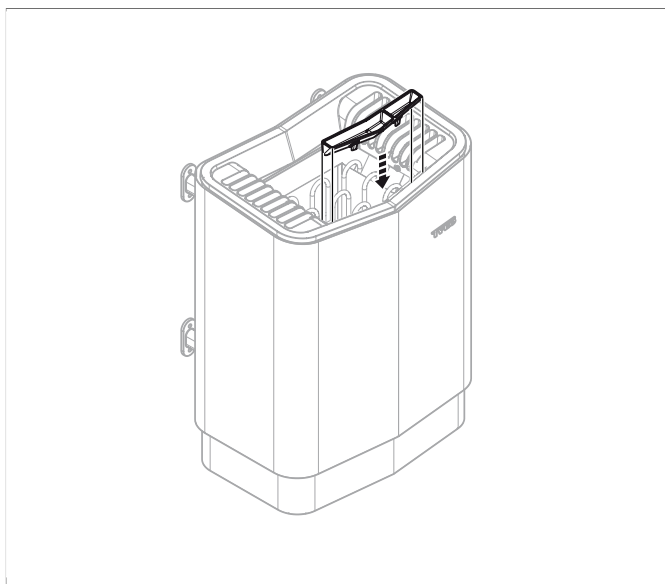

Рисунок 12: Установка контейнера для ароматизатора/увлажнителя
11. Установите сито для трав/увлажнитель (см. **Рисунок 12**, страница 6).